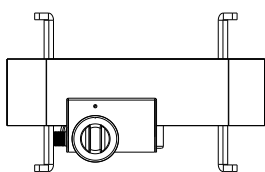

Figure 1
- La position de départ est celle de la "Figure 1".